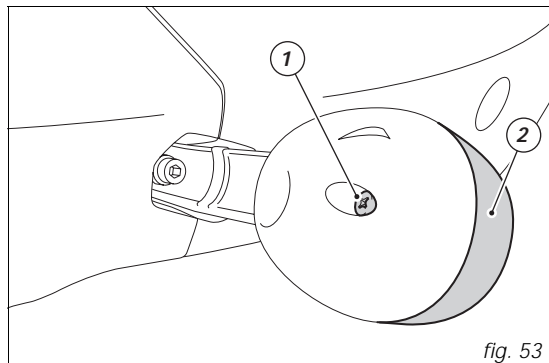
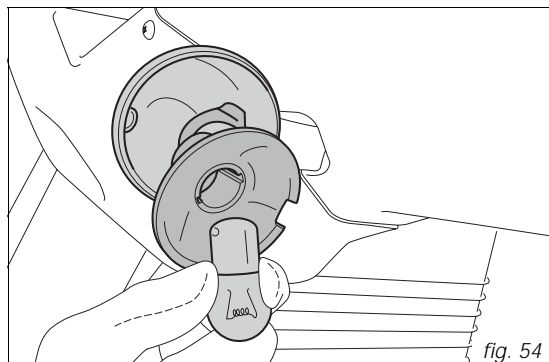

fig. 53
fig. 54
*Clignotant de direction avant (fig. 53 et fig. 54)